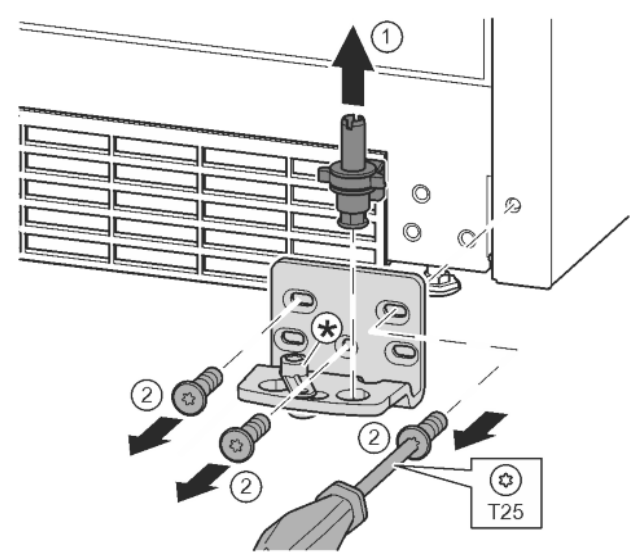

Fig. 17
- ▶ Опорний гвинт цілком витягніть рухом вгору. Fig. 17 (1)
- ▶ Викрутіть гвинти за допомогою викрутки T25 та зніміть опорний кронштейн. Fig. 17 (2)